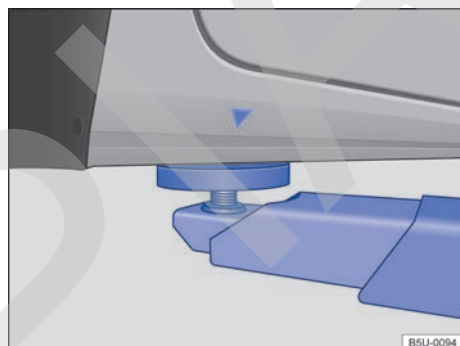
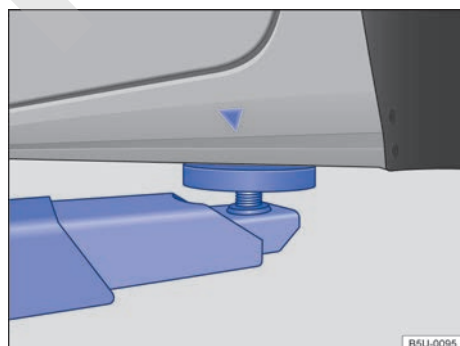

Fig. 173 Puntos de apoyo delanteros para la suspensión con plataforma elevadora o con gato.
Fig. 174 Puntos de apoyo traseros para la suspensión con plataforma elevadora o con gato.
El vehículo debe ser suspendido solamente por los puntos indicados en las figuras → fig. 173 y → fig. 174. Si el vehículo no está suspendido por los puntos indicados, pueden ocurrir daños en el vehículo → **ⓘ** y lesiones graves → **⚠**.
- Suspender el vehículo solamente por los puntos indicados en las figuras → fig. 173 y → fig. 174. Si el vehículo no es suspendido por los puntos indicados, puede caer de la plataforma elevadora cuando, por ejemplo, se desmonta el motor o la suspensión.